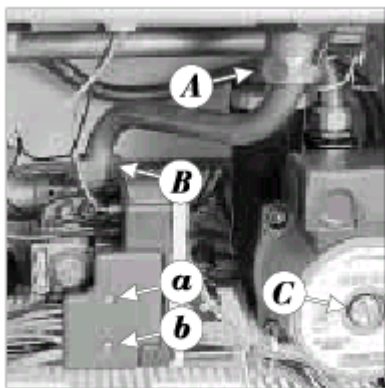

Рисунок 20
- шлиц для отвертки на крыльчатке становится доступным после снятия винта C в середине торца статора – см. рис. 20.
- выверните винты В (рис. 20), находящиеся вверху, снимите датчик и замените его новым;
- автоматика розжига крепится разъемом непосредственно на газовый клапан (см. рис. 20);
Замена газового клапана (см. рис. 20)